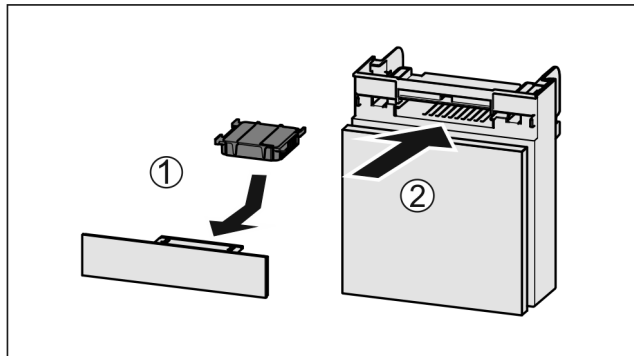

Fig. 58
- ▶ Поставете Fig. 58 (1) филтъра с активен въглен, както е показано на фигурата.
- ▶ Вкарайте Fig. 58 (2) отделениято.